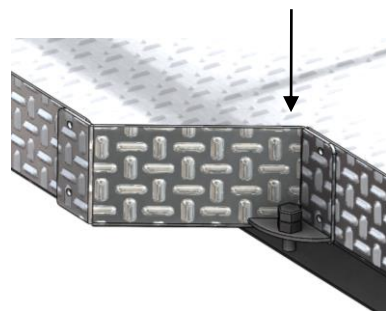

Рис.4
5. Отрегулировать резиновые упоры (вывернуть или завернуть рукой) таким образом, чтобы они упирались в закрытый задний борт грузового отсека. Ввернуть болты-ограничители (рис.4). Закрыть задний борт. **ВНИМАНИЕ! Запрещена эксплуатация платформы с открытым задним бортом!**